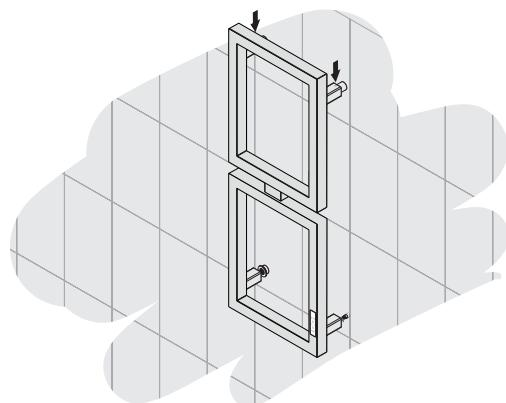

Рис.12
- 4.3.3. Сделать метки на стене (см. **рис. 1**). При монтаже через скрытую проводку используются три точки крепления. В месте четвёртого крепления расчитывается вывод кабеля из стены (**рис. 12**).
- 4.3.5. Произвести «черновой» монтаж полотенцесушителя, используя стопорные винты в верхних креплениях (**рис. 12**). Длинные шайбы скрытого крепления позволяют при установке отодвинуть полотенцесушитель от стены для удобства соединения его к скрытой проводке.